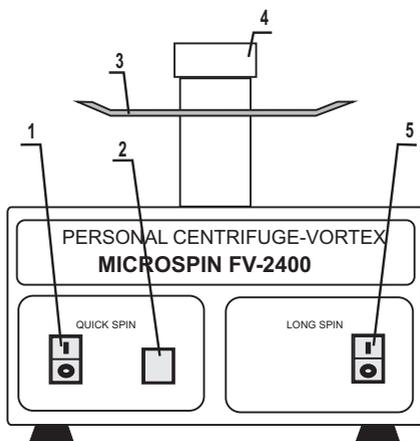

Рис.1 Панель управление
Спин-модуль снабжен механизмом фиксации для всех типов вышеупомянутых роторов; оператор может сменить ротор в течение 3-5 секунд. Для этого удерживая ротор (рис.1/3), открутите модуль вортекса (рис.1/4), повернув против часовой стрелки. Смените ротор и зафиксируйте, закрутив модуль вортекса до упора.
4.2.2 Перевести переключатель Quick Spin (Рис. 1/1) в положение I (включено).
4.2.3 Нажать кнопку Quick Spin (Рис. 1/2) для быстрого вортексирования / осаждения и держать нажатой необходимое время. После освобождения кнопки Quick Spin Микро-Спин останавливается автоматически.
4.2.4 Перевести переключатель Quick Spin (Рис. 1/1) в положение O (выключено).
4.3.1 Перевести переключатель Quick Spin (Рис. 1/1) в положение I (включено).
4.3.2 Мягко удерживая верхнюю часть пробирки пальцами одной руки, прижать нижнюю часть пробирки ко дну конического отверстия головки вортекса (Рис.1/4).
4.3.4 Нажать кнопку Quick Spin (Рис. 1/2) и удерживать ее нажатой до полного растворения осадка в пробирке.
4.3.5 Перевести переключатель Quick Spin (Рис. 1/1) в положение О (выключено).
4.4.1 Поместить ЧЕТНОЕ число пробирок в ротор (Рис. 1/3) в гнезда друг напротив друга.
4.4.2 Перевести переключатель Quick Spin (Рис. 1/1) в положение I (включено).
4.4.3 Для начала осаждения перевести переключатель Long Spin (Рис. 1/5) в положение I (включено).
4.4.4 Для остановки процесса перевести переключатель Long Spin (Рис. 1/5) в положение О (выключено).
4.4.5 Перевести переключатель Quick Spin (Рис. 1/1) в положение О (выключено).